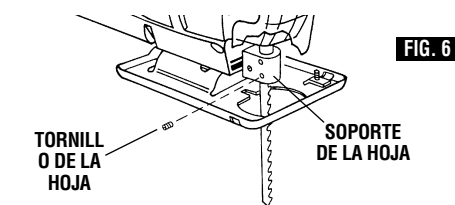

FIG. 6
1. **Para uso manual con desplazamiento continuo y sin desplazamiento continuo**, introduzca la hoja hasta la profundidad máxima en la posición central del soporte de la hoja directamente debajo del émbolo tal como se muestra en la Fig. 6.